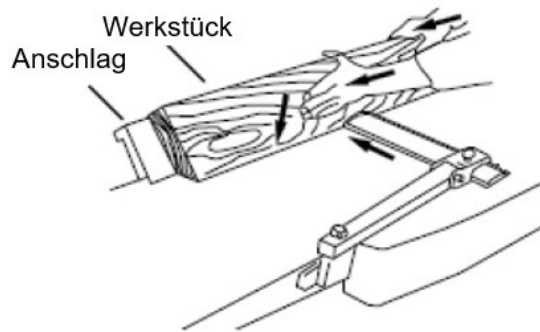

Abb. 6-6: Anfassen
5. Führen Sie das Werkstück über die Messerwelle, wobei die Oberfläche vollständig flach am Anschlag anliegen muss und die Kante festen Kontakt zum Einlauf- und Auslauftisch hat (Abbildung 6-6).